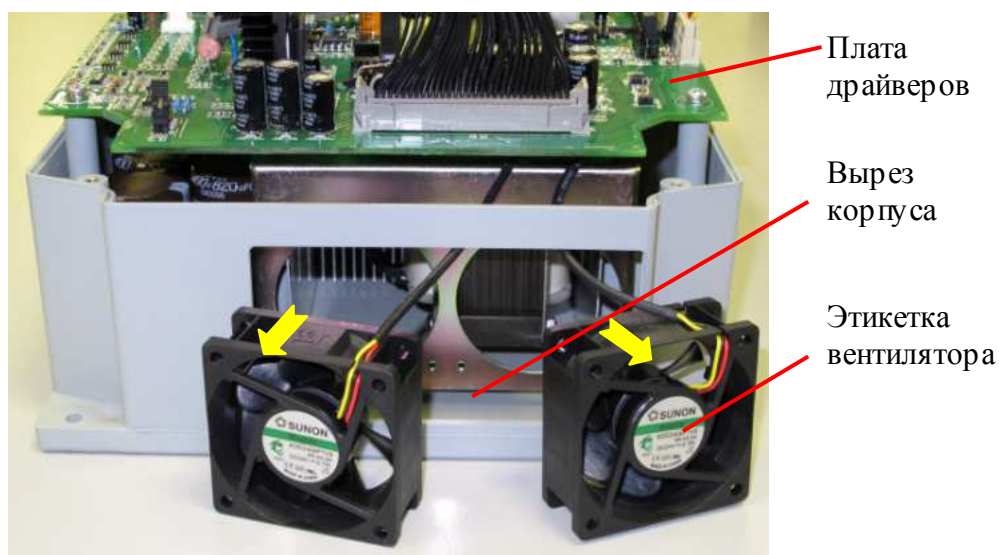
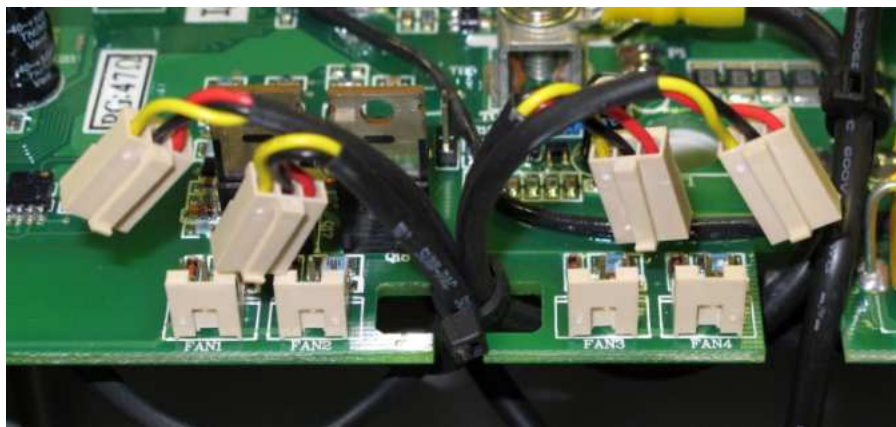
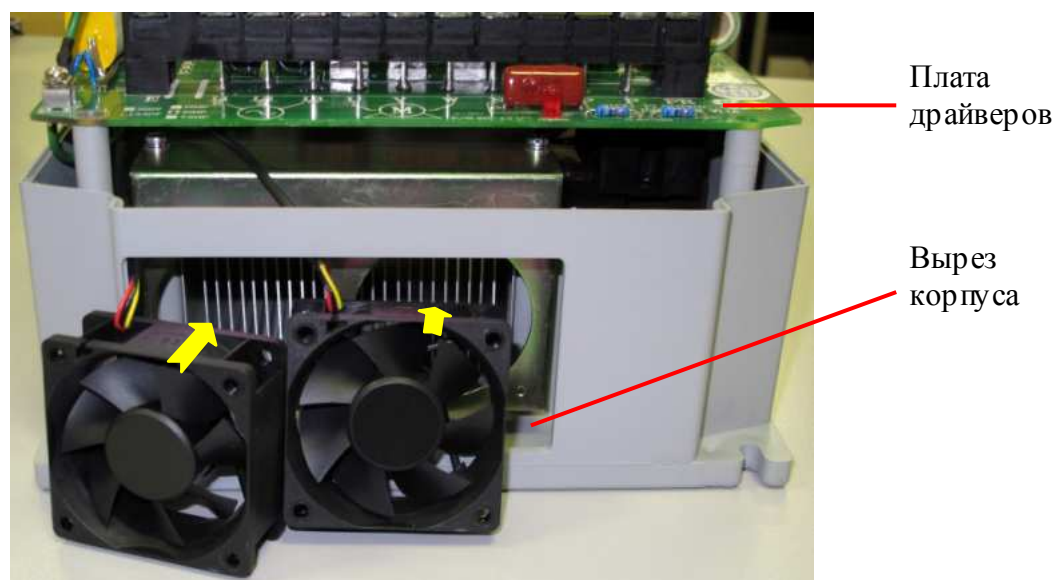

Рис. 7.11
Рис. 7.12
Рис. 7.13
7.5.2. Для установки верхнего вентилятора расположить его маркировочной этикеткой от ПЧ (стрелка на корпусе вентилятора, показывающая направление воздушного потока, должна быть направлена от ПЧ и совпадать по направлению со стрелкой на рис. 7.11). Продеть провод в вырез корпуса и протянуть его под платой драйверов, одновременно направляя вентилятор в отверстие корпуса (рис. 7.11). Разъем вентилятора подключить к разъему FAN1 или FAN2 плате драйверов (рис. 7.12). Разъемы FAN1 и FAN2 функционально равнозначны.
7.5.5. Для установки нижнего вентилятора расположить его маркировочной этикеткой в сторону ПЧ (стрелка на корпусе вентилятора, показывающая направление воздушного потока, должна быть направлена в сторону ПЧ и совпадать по направлению со стрелкой на рис. 7.13). Продеть провод в вырез корпуса и протянуть его под платой драйверов, одновременно направляя вентилятор в отверстие корпуса (рис. 7.13). Разъем вентилятора подключить к разъему FAN3 или FAN4 плате драйверов (рис. 7.12). Разъемы FAN3 и FAN4 функционально равнозначны.